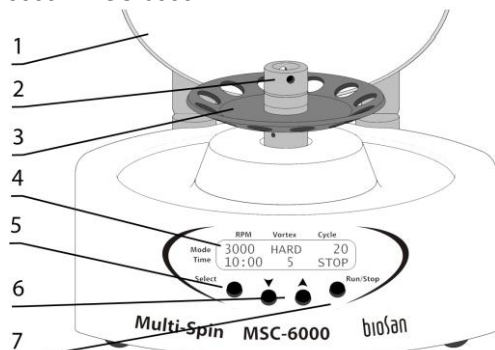

Рисунок 3. **MSC-3000** и **MSC-6000**
4.4.2 **MSC-3000 и MSC-6000.** Чтобы сменить ротор (рис. 3/3), откройте крышку прибора.
Вставьте штифт для съёма ротора в отверстие в головке ротора (рис. 3/2). Удерживая ротор одной рукой, поверните головку ротора против часовой стрелки, используя стержень как рычаг. Смените ротор и зафиксируйте его. Закройте крышку и отключите блок питания от сети.
- 5.4.1 Подключите блок питания к сетевой розетке с заземлением. Загорится дисплей (рис. 3/4) и разблокируется крышка (модель **MSC-6000**).
- 5.4.3 **Установка параметров.** Нажмите кнопку **Select** (рис. 3/5) для выбора изменяемого параметра. Каждое нажатие кнопки **Select** последовательно по кругу активирует параметры. Активный параметр мигает. Используйте кнопки **▲** и **▼** (рис. 3/6) для установки необходимого значения. Если нажать и удерживать кнопку дольше 2 с, значения меняются быстрее.
- 5.4.4 Нажмите кнопку **Run/Stop** (рис. 3/7) чтобы начать программу. Дисплей покажет индикацию RUN (рис. 7/2) и, для **MSC-6000**, индикацию закрытой крышки (/, рис. 7/1).